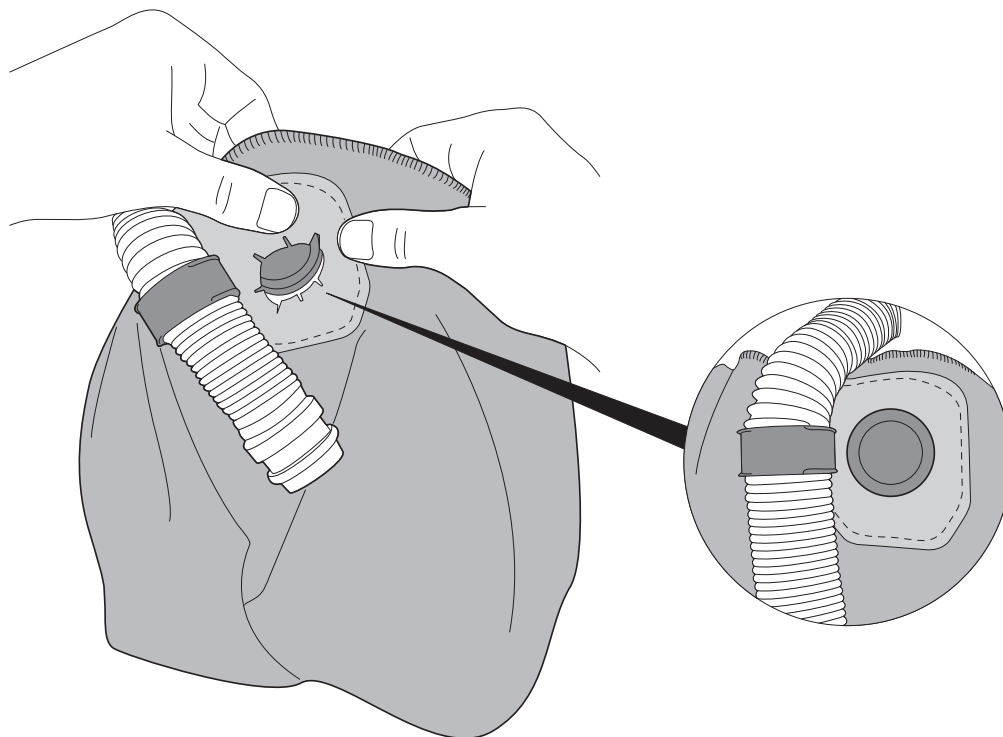

Fig. 18e
- d. Empuje la perilla del trinquete de suspensión para la cabeza a través del orificio redondo de la parte posterior del protector (Fig. 18e).